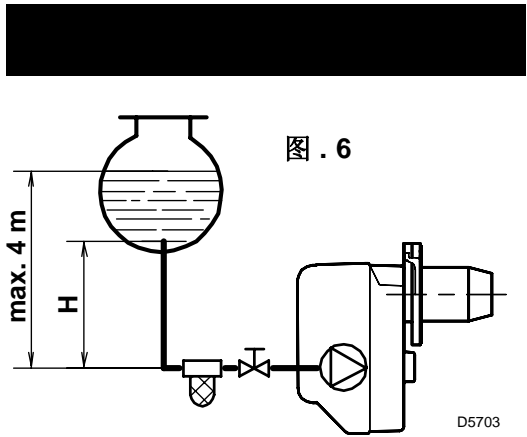
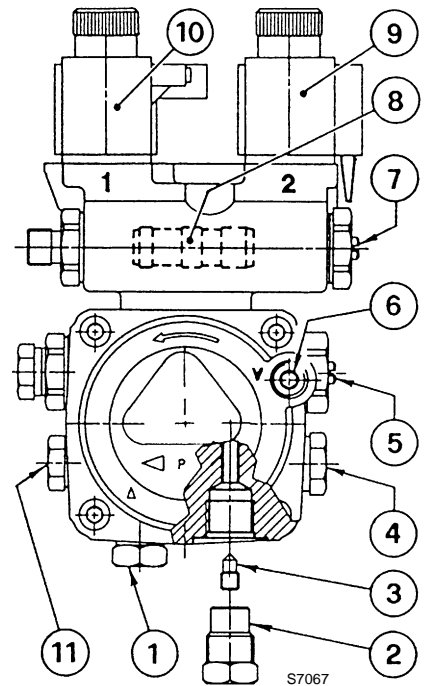

图 . 6
图 . 7
设计时泵是按双管运行的。如单管运行，须拧下回油螺钉 (2)，拧下旁路螺钉 (3) 再拧紧螺钉 (2)。(参见图 . 7)。
在图 . 6 所示系统中，松开油压表接口螺钉 (6, 图 . 7) 直到有油流出就可以了。